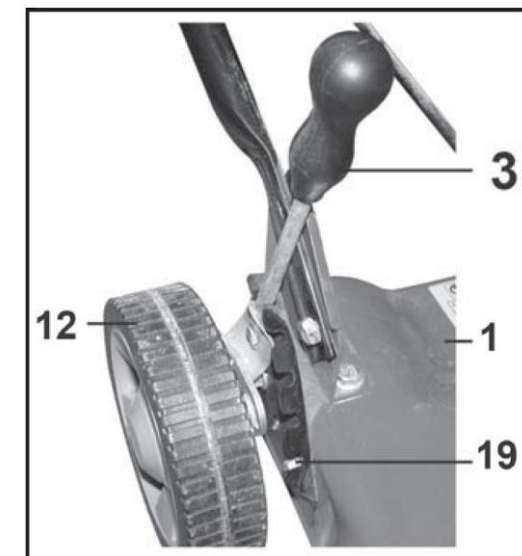

Рис.8
8.1. Регулировка высоты скашивания (Рис. 8)